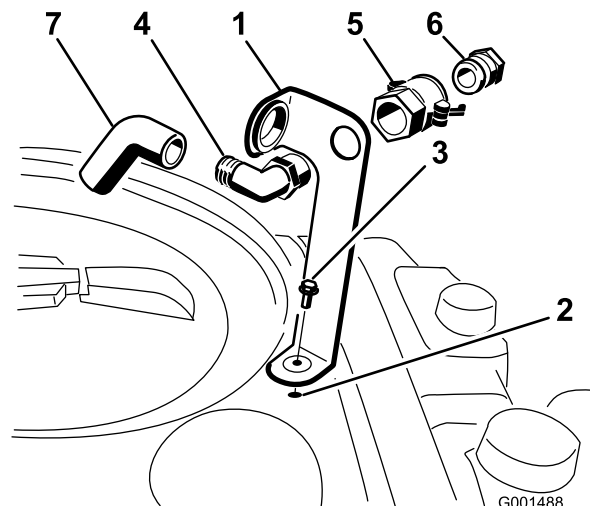

Figura 3
parafuso de cabeça flangeada (5/16 x 3/4 pol.) (Figura 3).
- Coloque a parte rosca da ligação de cotovelo de 90° no suporte e aparafuse o acoplador rápido, fixando-o ao suporte (Figura 3).
- Instale o adaptador da tubagem no acoplador rápido (Figura 3).
- Bloqueie o adaptador na posição correcta, girando as alavancas em direcção ao adaptador, e depois fixe-as com os pernos de gancho (Figura 3).
- Coloque o tubo anti-sifão pela abertura larga no suporte e pela extremidade dentada da ligação de cotovelo de 90° (Figura 3).